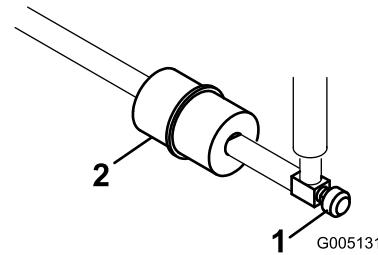

図 31
インラインタイプの燃料フィルタが、燃料タンクとキャブレタの間に設置してあります 図 31。
1. 燃料バルブを閉じる 図 31。
2. フィルタの下に回収容器を置き、フィルタのキャブレタ側のホースクランプをゆるめて燃料ラインからフィルタを外す(図 31)。
3. もう一方のホースクランプをゆるめてフィルタを取り出す 図 31。